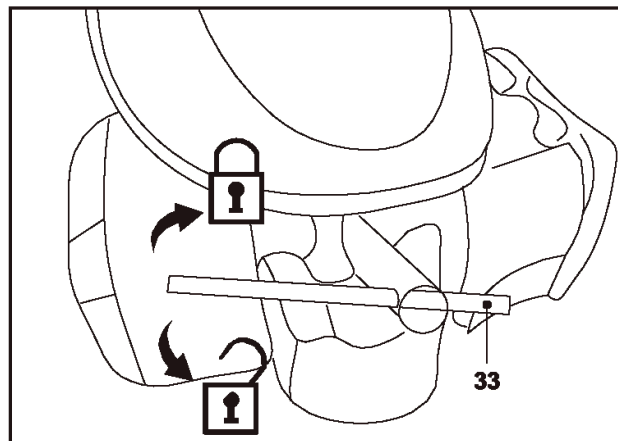

Рис. 30
2. Поверните свечу зажигания против часовой стрелки с помощью свечного ключа (33), чтобы ослабить её, затем осторожно снимите ее (рис. 30).